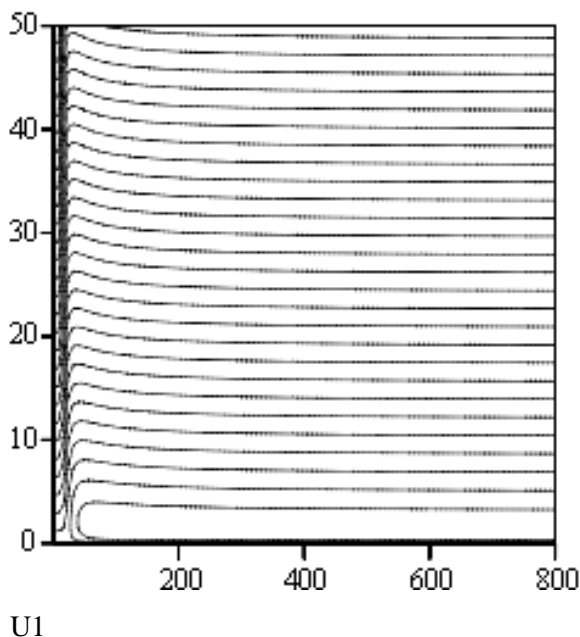

Рис. 11.3. Вид линий уровня функции потерь
15. Представить поверхность в виде линий равного уровня, указав на вкладке **Общие (General)** опцию **Линии уровня (ContourPlot)**. Диаграмма примет вид, представленный на рис. 11.3. Вид линий уровня подтверждает единственность минимума в допустимом пространстве.